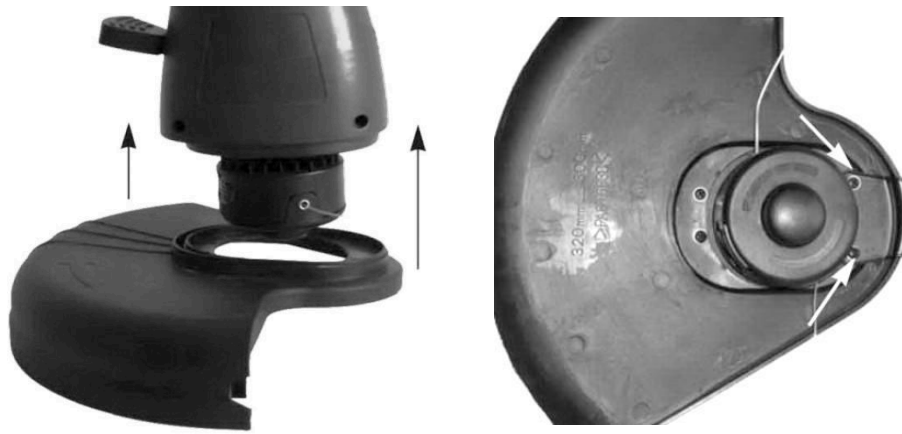

Рис. 2
- Наденьте защитный на корпус редуктора внизу штанги, зафиксируйте его положение двумя винтами (См. Рис.2).